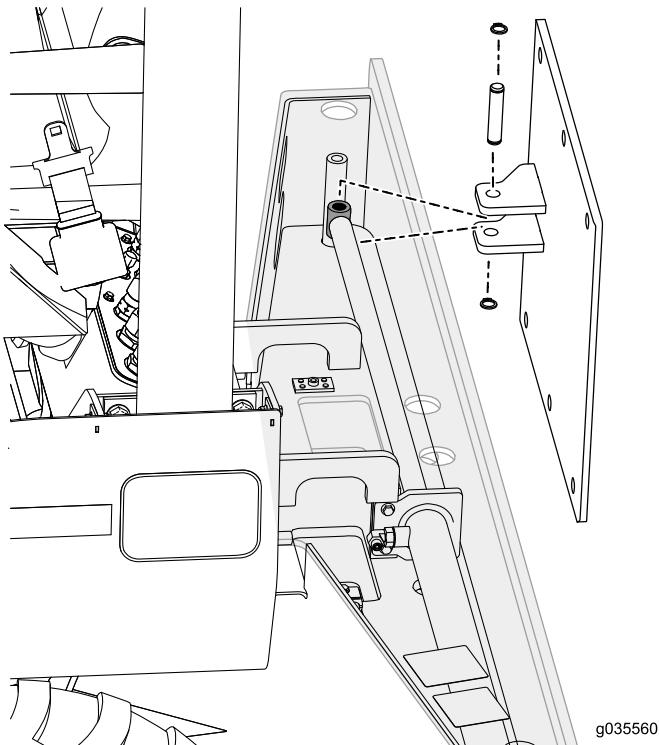

Figure 3
- Fixez la plaque de montage coulissant au cylindre au moyen de l'axe de chape et de 2 bagues de retenue, comme illustré à la Figure 3.